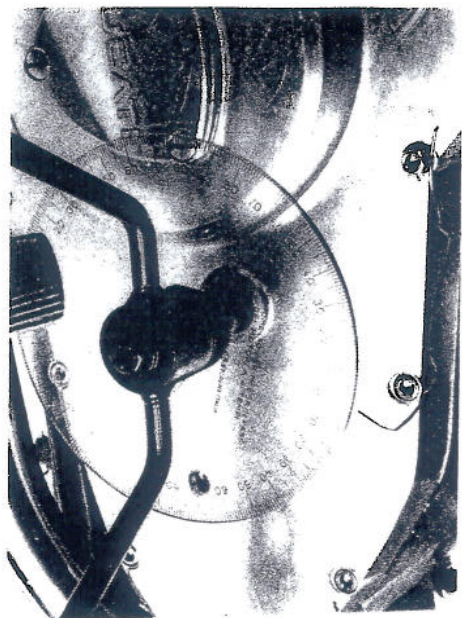

Fig. 5
Tourner l'arbre-moteur, afin d'avoir le piston du cylindre DROIT au Point Mort Haut (PMH) de la phase de compression, les deux soupapes fermées, (on conseille d'utiliser un comparateur qui est monté sur un outil qui visse dans le trou de la bougie et qui est normalement en commerce). User un morceau de fil de fer pour index et, après l'avoir fixé au carter par une vis, l'aligner avec le 0 du goniomètre. PMH (fig. 5).
Drehen Sie die Kurbelwelle und setzen Sie den RECHTEN Kolben in den OT des VerdichtungsHub (beide Ventile geschlossen). Zu diesem Zweck wenden Sie eine Messscheibe an. Als Anzeiger kann man ein Drahtstück benutzen und es am Gehäuse durch eine Schraube befestigen; Schliesslich ist es mit "0" auf der Messscheibe auszurichten (OT) (Abb. 5).